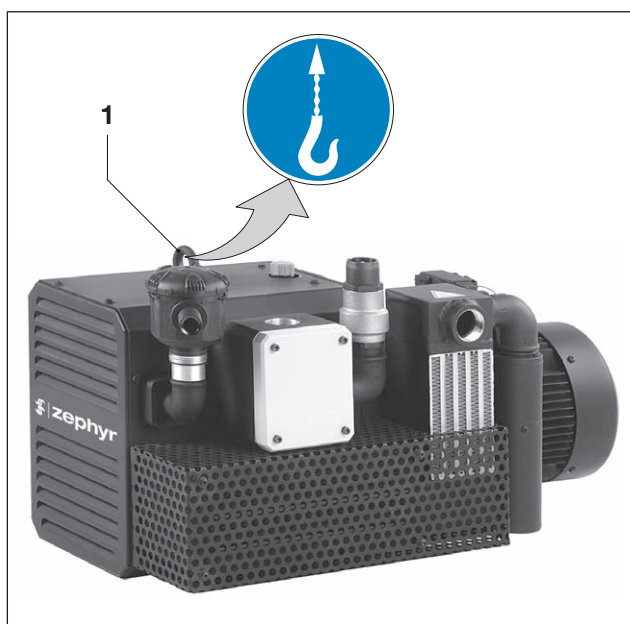

Fig. 1 Lyfta och transportera
- a) Dra åt ringskruven (fig. 1/1) ordentligt.